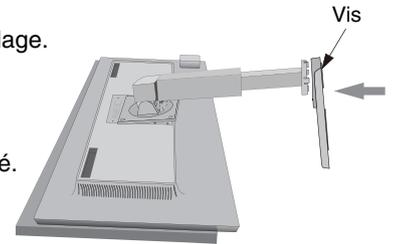

Figure 2
3. Fixez le socle au support et serrez les vis situées au bas du socle (**Figure 2**).